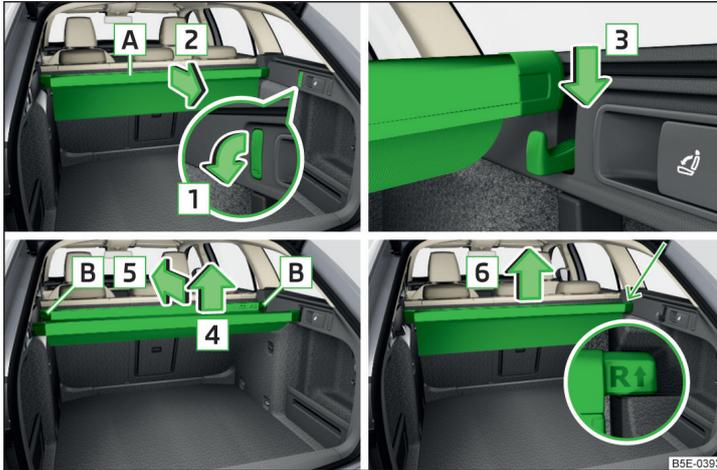

Abb. 122 Multifunktions tasche: herausziehen / einsetzen / einschieben / herausnehmen
- › Die vorderen Haken an beiden Gepäckraumseiten in Pfeilrichtung **1** nach unten klappen » Abb. 122.
- › Die hintere Leiste von den Haken in Pfeilrichtung **4** abnehmen und die Tasche in Pfeilrichtung **5** einschieben » Abb. 122.
- › Die Tasche aus den Aufnahmen in Pfeilrichtung **6** herausnehmen » Abb. 122.